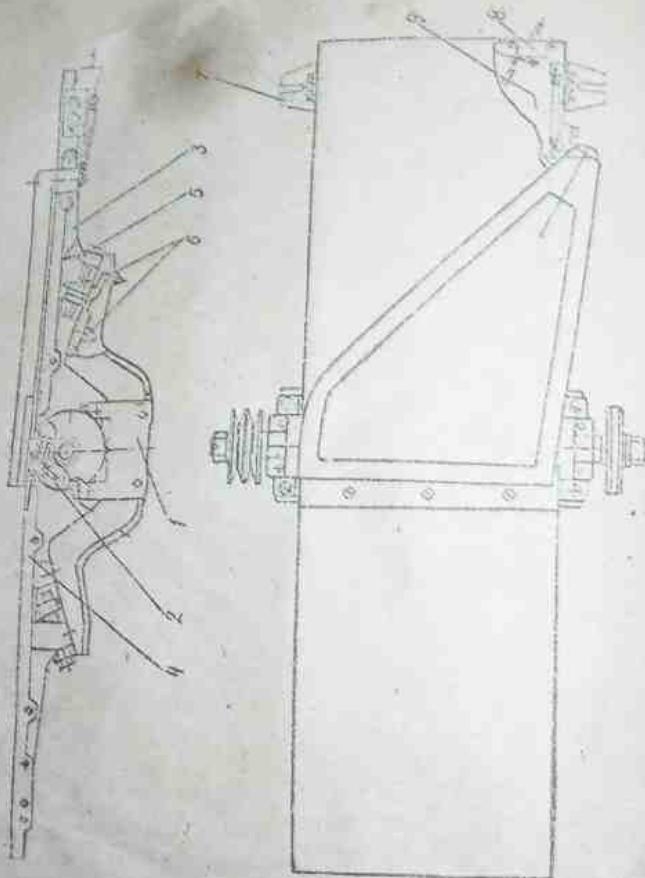
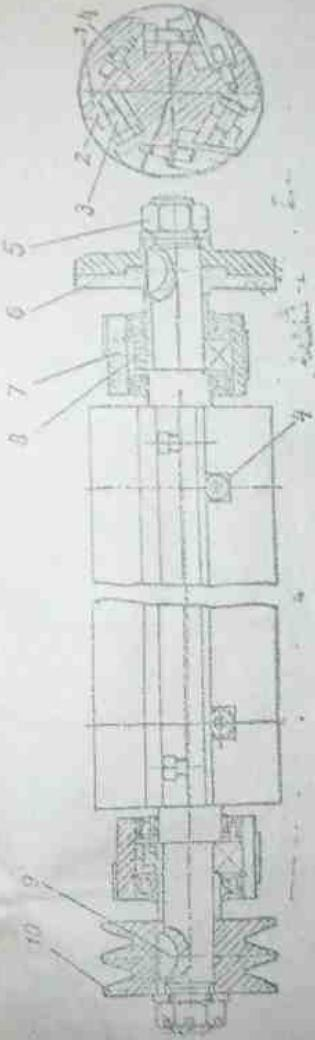
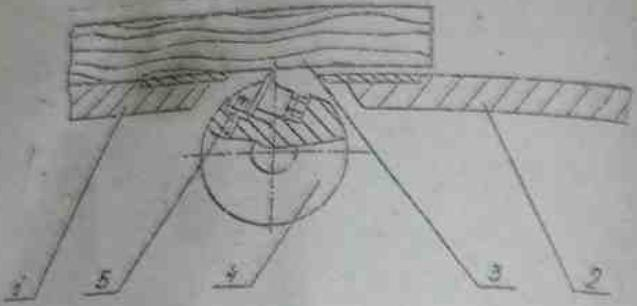

Рис. 2. Фуговальная часть:
Рис. 3. Высота ножевой и сбрасывания:
Рис. 4. Регулировка положения ножей в горизонтальной плоскости.
3.11. Для жесткой остановки приспособления служит выключатель 8 (рис. 2).
Фуговальная часть (рис. 2) состоит из основания 1, на котором закреплены ножевой вал 2, передний 3 и задний 4, фуговальные столы, взаимозаменяемые между собой. Ножевой вал (рис. 3) имеет три ножа 1, которые закреплены в нем с помощью клиньев 2 и болтов 3. Регулировка положения ножей по высоте осуществляется с помощью винтов 4. Передний 3 и задний 4 фуговальные столы регулируются по высоте в пределах 7 мм с помощью болтов 5 и створятся по окончании регулировки гайками 6 (рис. 2).
К заднему фурнитурному столу на двух кронштейнах винтируется пильный стол 4 (рис. 1). В рабочем положении пильный стол фиксируется двумя петлями 8 (рис. 1), которые прикрепляются к широким кронштейнам 7 (рис. 2) переднего фурнитурного стола и затягиваются двумя гайками-барашками 9 (рис. 1). В нерабочем положении пильный стол откидывается на кронштейнах 6 (рис. 1) до упора в поверхность земли. К фурнитурному столу с помощью регулируемого кронштейна 10, крепящего расклинивающий нож 7, из которого смонтирована эта подвижная кожуха защищает верхней части диска пилы.
Вывернув положение ножей в колесом виду можно произвести с помощью бруса 5 (рис. 4). В центральную яму 4 склоните бруса, пронести ножи в колесе, при котором режущие кромки ножей вступают в контакт с ямой на глубину 10—12 см. После этого медленно вывинтите задний болт 1 до момента упора, чтобы ножи пронесли вдоль резиновой щетки кисти с уложенного на один супорте стекла краинами обработанного бруска и не касаясь поверхности щетки. Затем бруском приподнимите за другую сторону стола и, вынувши ножи, добавьте к ним сопротивление бруса в то место, которое было. При этом ножи должны пронести бруском краинами обработанного стекла и третьим лезвием бруска между бруском и стеклом.
го зазор (не будет касания), то нож несколько выдвигают, вворачивая винт 5 (рис. 4). Если брускок будет лежать на кромке ножа, то нож несколько вдвигают в паз, вворачивая винт 5.
Рабочая поверхность заднего стола 1 (рис. 4) должна совпадать с горизонтальной плоскостью, касательной к цилиндрической поверхности резания ножей. Чтобы установить стол в нужное положение, берут правильно обработанный брускок 3 из древесины твердых пород, укладывают его плотно на стол 1 и вручную проворачивают ножевой вал. Если при этом ножи слегка касаются бруска, то стол нужно приподнять. Если брускок лежит из ножах, то стол необходимо поднять, если выше ножей — опустить, что можно сделать при помощи болта 5 (рис. 2), предварительно открутив гайки 6. По окончании регулировки гайки 6 за-
положение переднего стола 3 относительно заднего зависит от желаемой толщины слоя древесины (но не более 3 мм), снимаемого за один проход с заготовки. Положение переднего стола 3 (рис. 2) по высоте изменяют аналогичным образом.
По окончании регулирования фуговальных столов отрегулируйте положение кронштейнов крепления пильного стола. Для этого отпустите болты крепления кронштейнов, установите пильный стол в рабочее положение (вправой за фуговальную часть). Перемещая кронштейны 7 (рис. 2), добейтесь такого положения, при котором петля 8 (рис. 1) свободно перемещается в пазах кронштейнов 7. Затяните болты.
Прикрепите крюк 9 (рис. 2), находящийся от пильного стола, к зеркальной части приспособления к клемме №2 клеммы №2 клеммы №2 (к этой же клемме подсоединен провод к зеркальной части мотоблока).